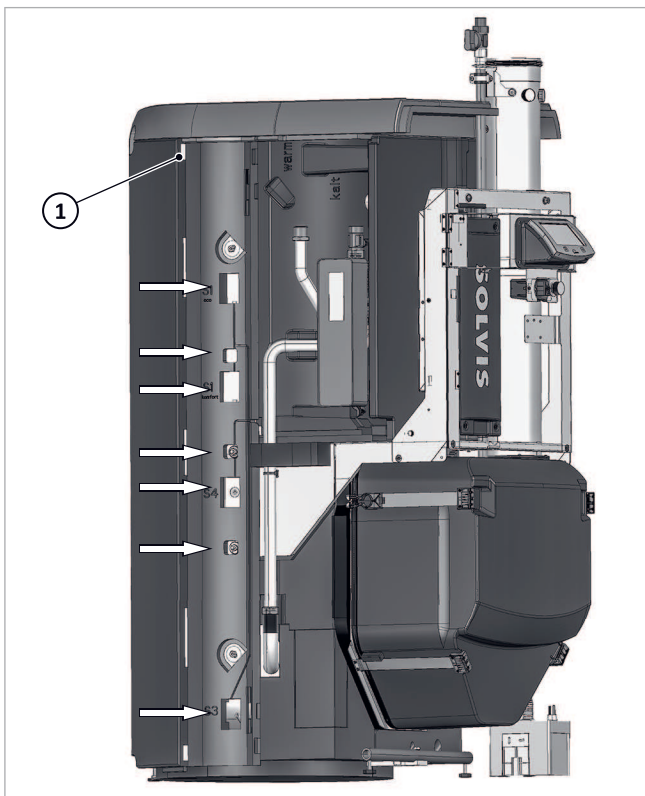

Abb. 134: Vliesstopfen linke Seite
1. Den Beutel mit Vliesstopfen nehmen und die Ausschnitte in der hinteren Behälterisolierung mit den Stopfen verschließen (vgl. Pfeile in → Abb. 132, Abb. 133 und Abb. 134).